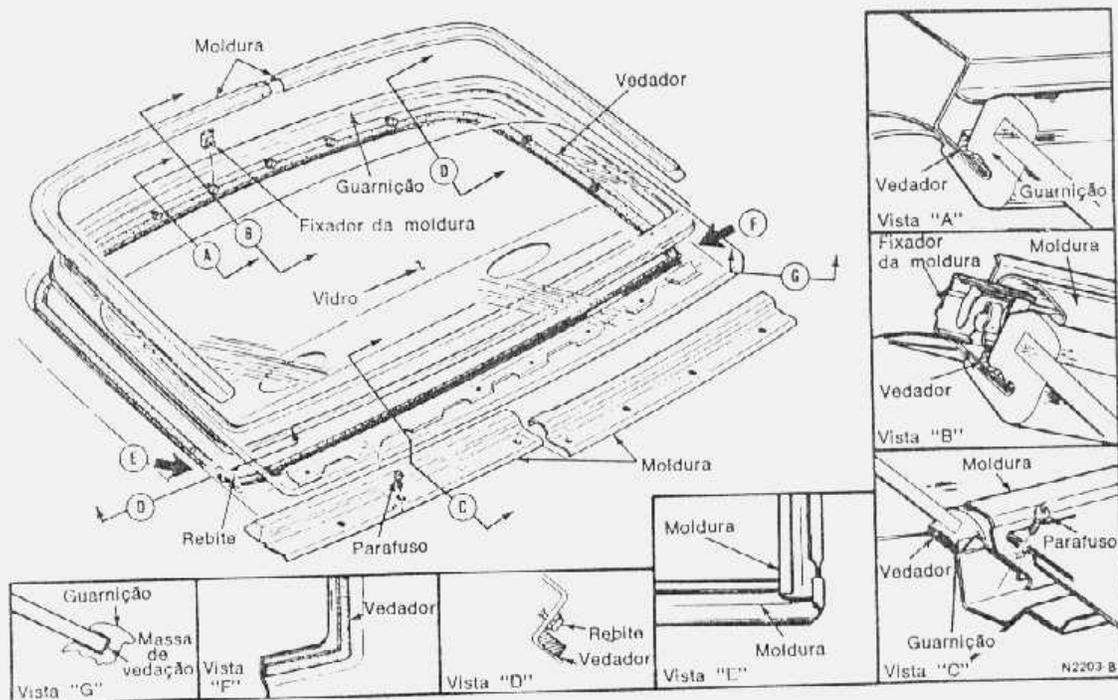

fig. 14 — molduras e vidro traseiro
1. Retirar, do vidro, as molduras externa e interna, se equipado (fig. 14). Forçar o vidro para fora do veículo com o auxílio de um ajudante.